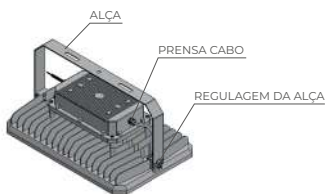

Figura 01
- Coloque o parafuso no orifício da alça de fixação para a regulagem de ângulo desejada, aperte-o utilizando uma chave Allen M5. Veja figura 01 e 02.
- Utilize uma haste para fixação com comprimento de rosca M10 mínimo de 18 mm, utilize trava rosca. Fixe ao teto ou a estrutura metálica. Veja figura 01.